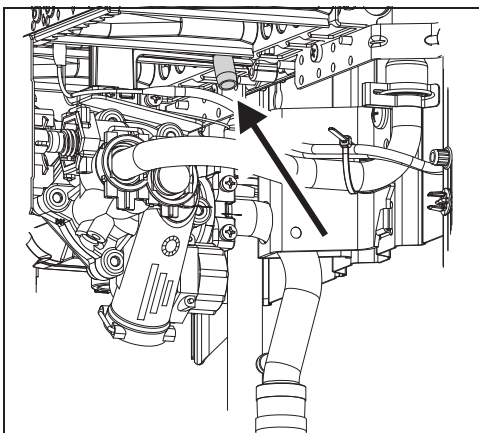

Рис. 5 Точка измерения давления перед форсункой
- ▶ Заменить форсунки (Рис. 5, [1 и 2]), и произвести сборку согласно описанию. Внимание, существует два типа форсунок, которые нельзя перепутать (Таб. 4).
- ▶ Ослабить запорный винт (→Рис. 5 ).